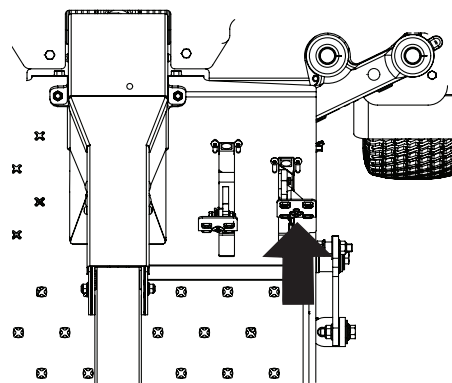

Fig. 26
1. Appuyez lentement sur la pédale de marche arrière vers l'avant. La tondeuse commencera à se déplacer en sens inverse (Fig. 26).